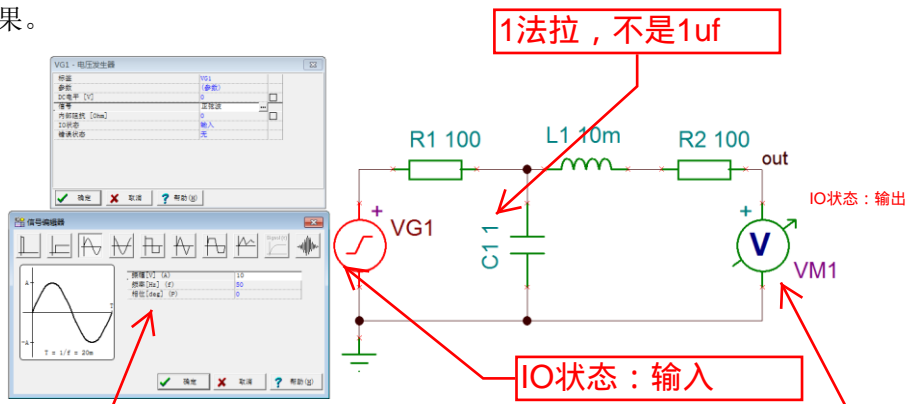

图 53 设置电压发生器参数
② 伏特表的使用：从仪表元件库标签中取出伏特表替换欧姆表。并如图 53 所示设置电压发生器参数，输出幅度为 10V，频率为 50Hz 的正弦波。执行【分析|交流分析|计算节点电压】菜单命令后，电压探针在电压表上双击，在节点电压/仪表框中显示如图 54 所示的分析结果。